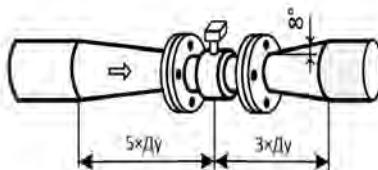

Рисунок 5.3 – Примеры применения сужений/расширений
**Использование сужений или расширений** на входе и выходе допускается, если диаметр трубопровода не соответствует внутреннему диаметру ( $D_u$ ) сенсора. Конусность перехода не должна превышать 8° (рисунок 5.3).